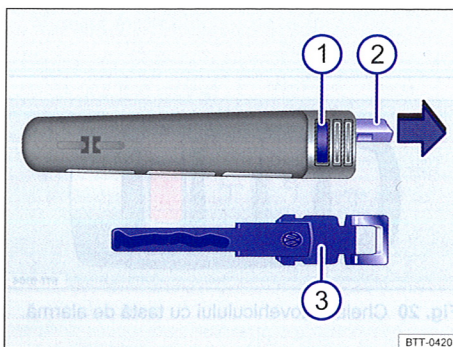

Fig. 21 Cheia autovehiculului: apăsați tasta ① și scoateți cheia de urgență ③ de pe inelul ②.
În cheia autovehiculului se află o cheie de urgență ⇒ fig. 21 ③ pentru deschidere și încuiere manuală.
În cheia autovehiculului ⇒ fig. 21: